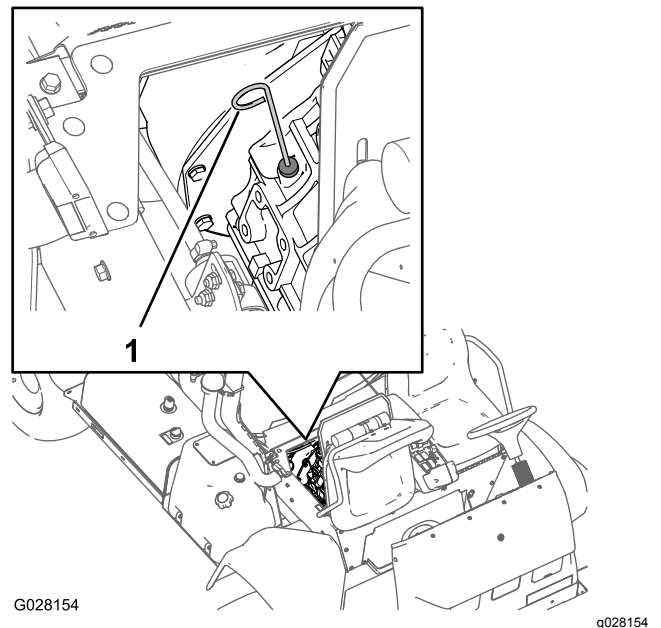

Figura 53
6. Rimuovete l'asta e controllate il livello dell'olio nel motore (Figura 53).
7. Versate lentamente l'olio specificato fino a portarlo all'altezza del segno di pieno (Full) sull'asta di livello (Figura 53).